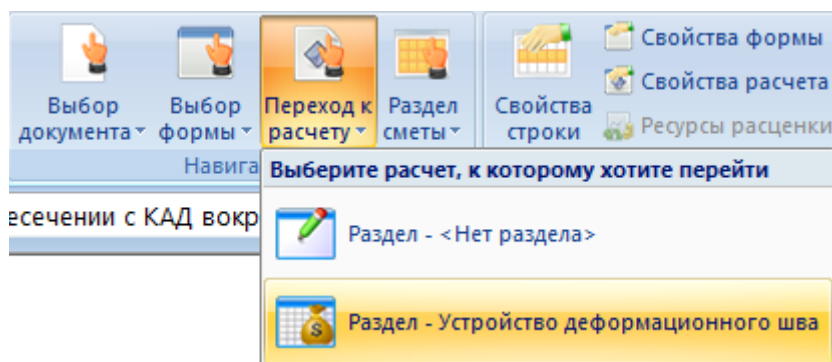

Рис. 1.21 Переход к расчету формы
2. В открывшемся списке выбрать расчет, к которому необходимо перейти (рис. 1.21).